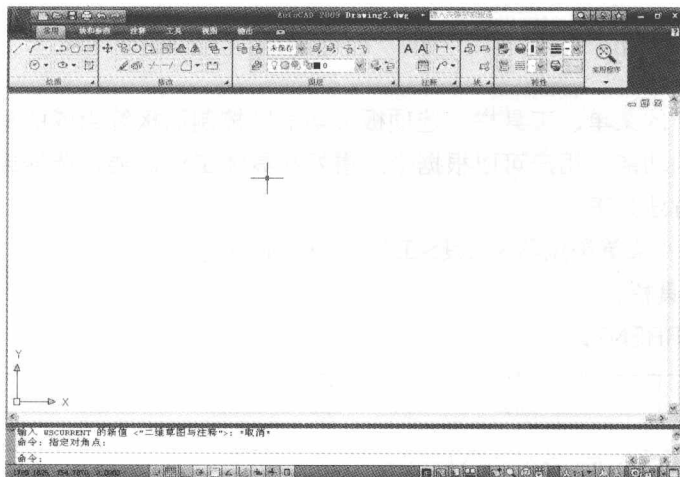

图 1-2 系统初始默认的工作空间
(1) 启动 AutoCAD 2009 中文版，进入系统初始默认的工作空间，如图 1-2 所示。